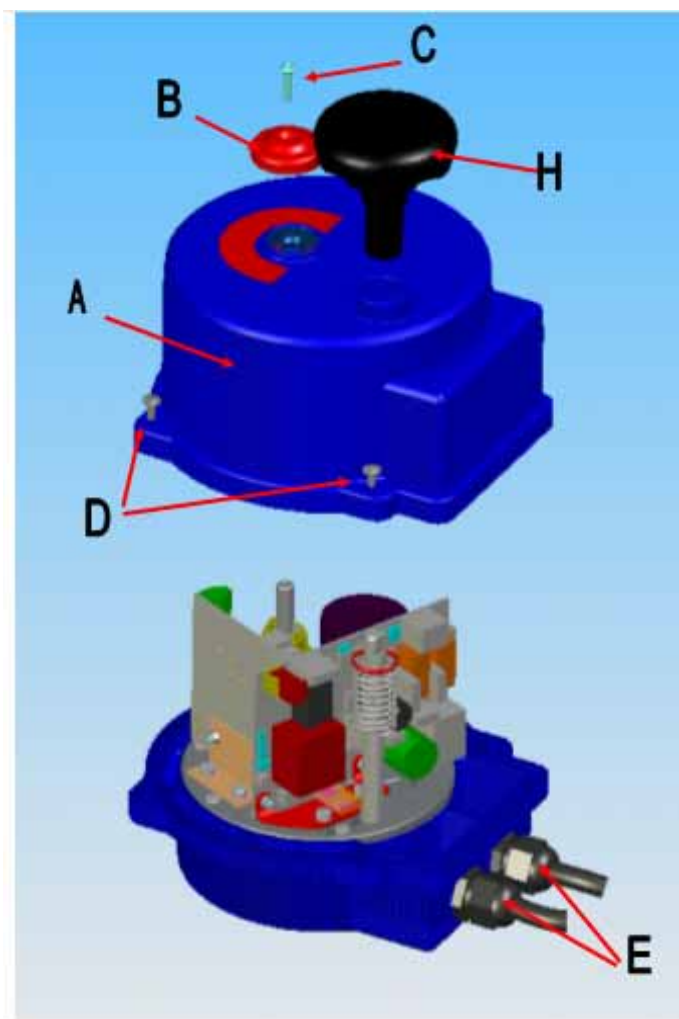

Рис.1 Внешний вид привода
4.1 Открывание привода (рис.1)
4.7 Закрытие защитного кожуха электрического привода (рис.1)